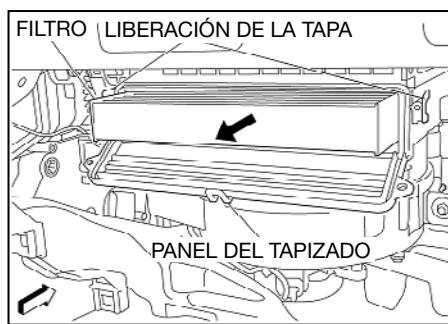

Fig. 23
3. Libere la cubierta del filtro de aire de cabina (*ver Fig. 23*).